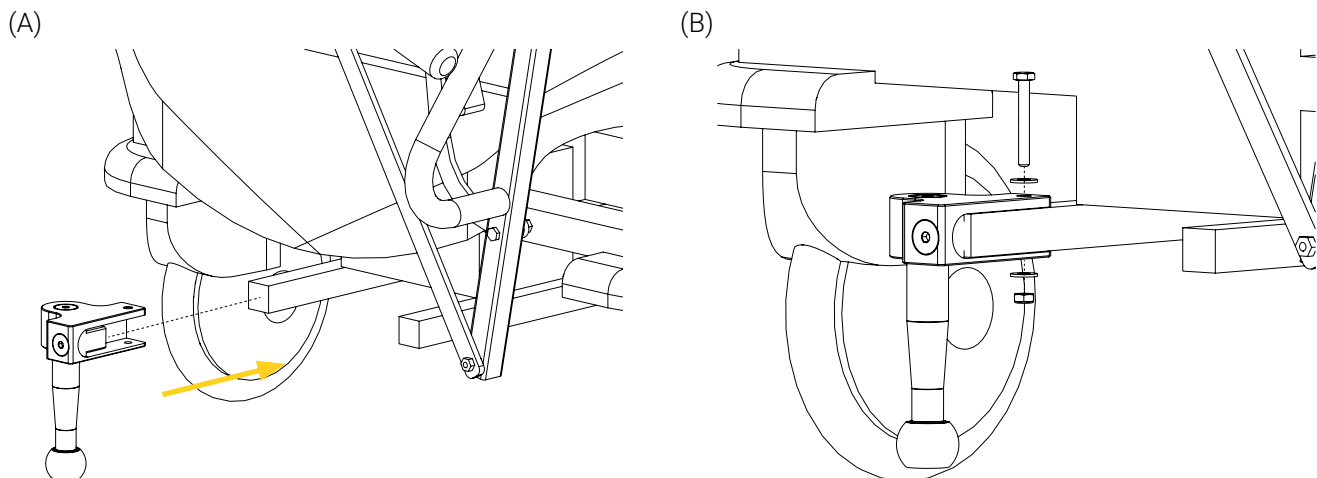

Figure 33: Installation de la Tige d'attelage côté tête sur le cadre de la civière
11. Insérer la Tige d'attelage côté tête sur le bout du cadre de la civière côté tête, puis aligner les trous de vis de la tige et de la civière (Figure 33 A).
12. Par le haut de la Tige d'attelage côté tête, placer une rondelle plate 1/4 po ID X 5/8 po OD et insérer un boulon à tête hexagonale 1/4 po-20 X 2 po L dans le trou de vis, puis par le dessous de la Tige d'attelage côté tête, insérer une rondelle plate 1/4 po ID X 5/8 po OD et un écrou 1/4 po-20 D sur la tige du boulon et serrer à la main (Figure 33 B).